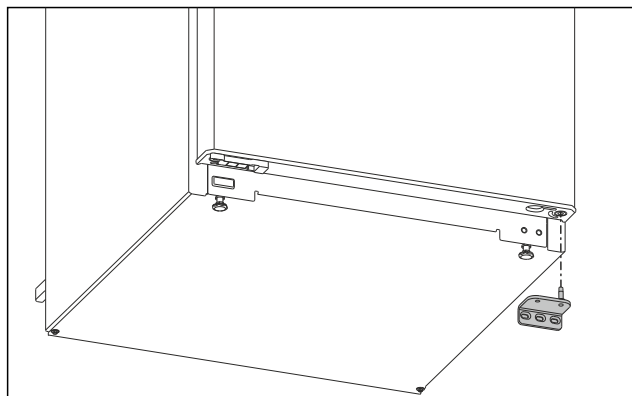

Fig. 5
- Rimuovere il blocco di supporto verso il basso. (vedere Fig. 5)